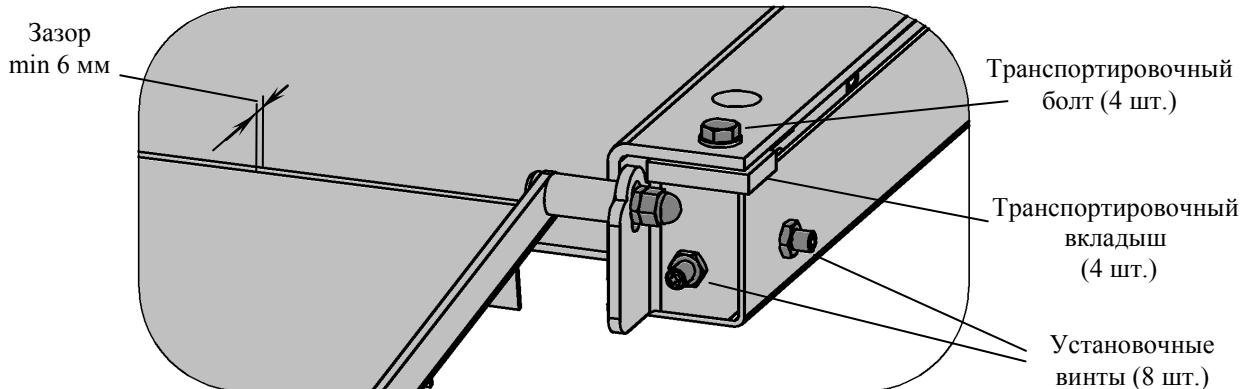

Рис. 5.1 - Сборка модуля
5.3 Вывинтить транспортировочные болты в четырёх углах х грузоприемной платформы и удалить транспортировочные вкладыши между грузоприемной платформой и подрамником (см. Рис. 5.1).